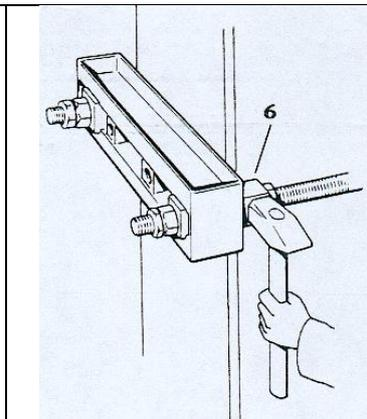

fig. 43
6. Per mezzo di una mazzuola, far aderire perfettamente il piano dei quadri di contrasto **6** alla superficie del pilastro (fig. 43).